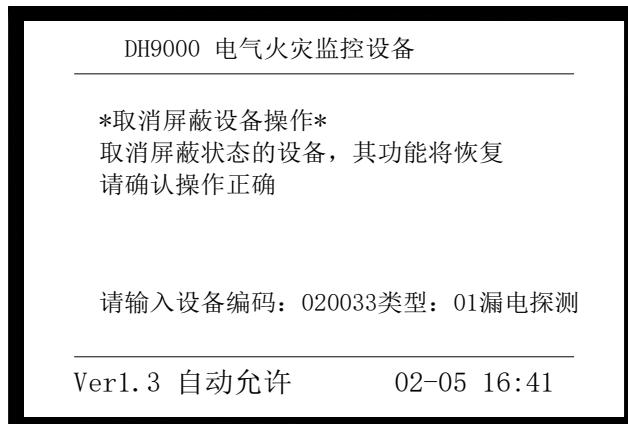

图 5-23
- ◆ 按“TAB”键，参照“附录二 设备类型表”，设备类型处输入“01”（如图 5-23）；